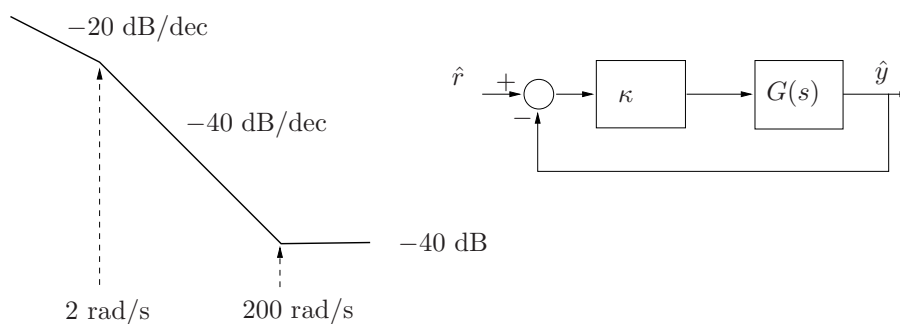

Figura 2: Diagrama de Bode em malha aberta e estrutura em malha fechada.
**Exercício 3** O diagrama de Bode assintótico de módulo de um sistema de fase mínima, denotado pela função de transferência  $G(s)$ , e a estrutura de controle em malha fechada estão representados na Figura 2. Sabendo que todos os polos e zeros de  $G(s)$  são reais: